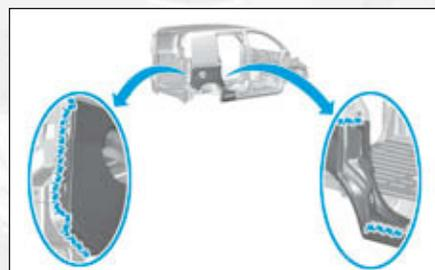
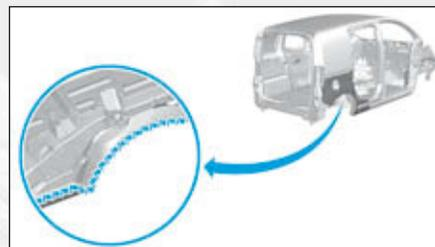

FIG.175
FIG.176
- un mastic d'étanchéité indice "A1" (Fig.175) et (Fig.176),